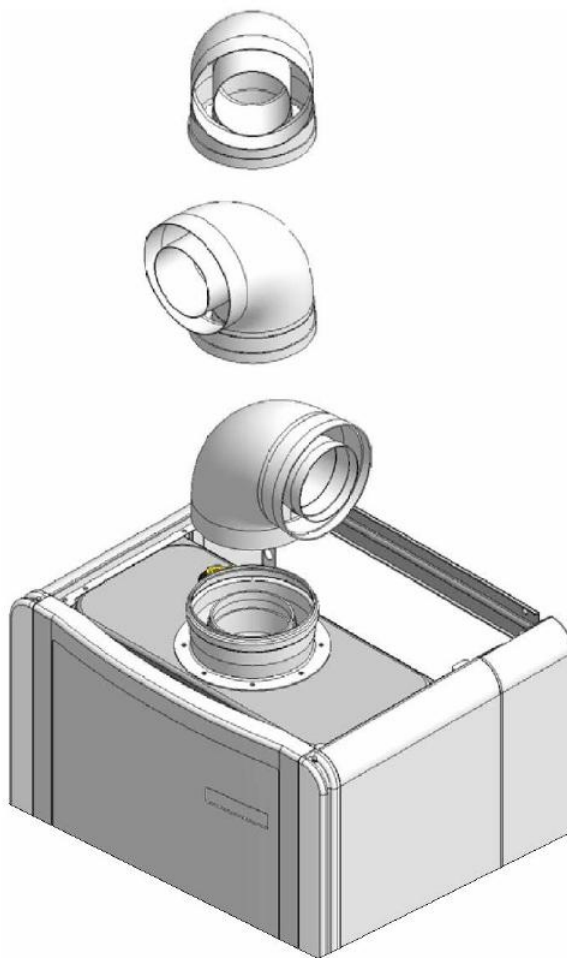

Рис. 8
- Переходник для дымохода дает возможность легко поворачивать колено 90° на 360° (Рис. 8).